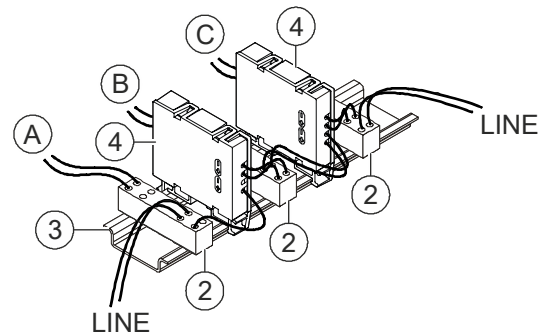

Fig. 5
For a space-saving wiring variant (see Fig. 5), it is possible to install the line separators (4) and triple terminal blocks (2) on a TS35 top hat rail (3).
Für eine platzsparende Verdrahtungsvariante (siehe Fig. 5) können auf einer TS35-Hutschiene (3) die Linientrenner (4) und 3-fach-Reihenklemmen (2) montiert werden.
Pour un câblage peu encombrant (voir Fig. 5) le séparateur de ligne (4) et les blocs de jonction triples (2) peuvent être montés sur un profilé TS35 (3).